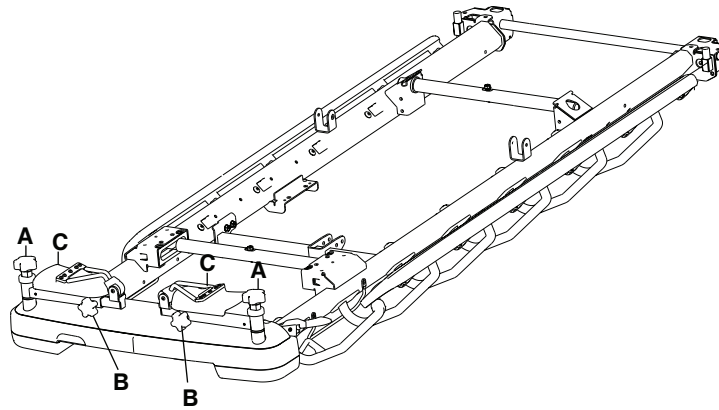

Figura 22 – Ripiegamento dei poggiatesta
3. Allentare il pomello per le gambe (B) sul lato dei poggiatesta per regolare la lunghezza.
4. Serrare il pomello per le gambe (B) per bloccare i poggiatesta nella posizione desiderata.
5. Ribaltare i poggiatesta (C) verso l'alto prima di posizionare il paziente.
6. Eseguire queste operazioni in senso inverso per ripiegare i poggiatesta (Figura 22).